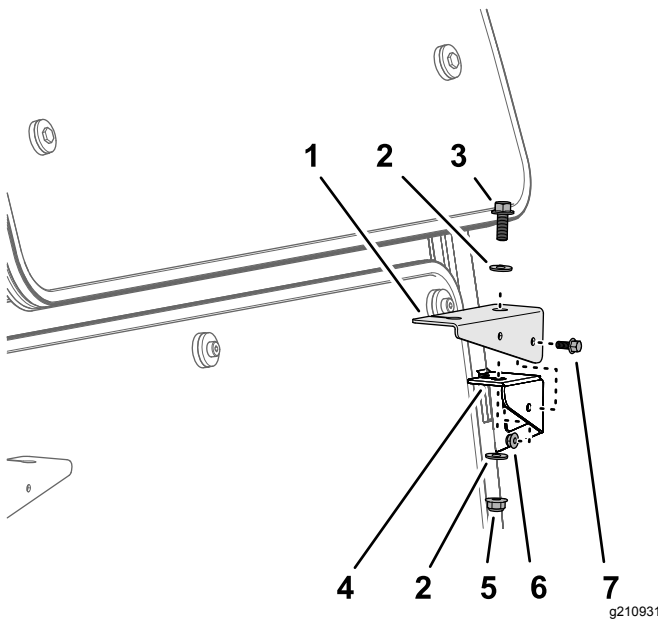

Figura 19
1. Alinee los taladros del soporte de la luz izquierda con los taladros del soporte del faro izquierdo, como se muestra en Figura 19.
2. Monte el soporte de la luz en el soporte del faro (Figura 19) con un perno con arandela prensada ( $\frac{3}{8}$ " x 1"), 2 arandelas ( $\frac{3}{8}$ "), una contratuerca con arandela prensada ( $\frac{3}{8}$ "), un perno con arandela prensada ( $\frac{1}{4}$ " x  $\frac{5}{8}$ ") y una contratuerca con arandela prensada ( $\frac{1}{4}$ ").